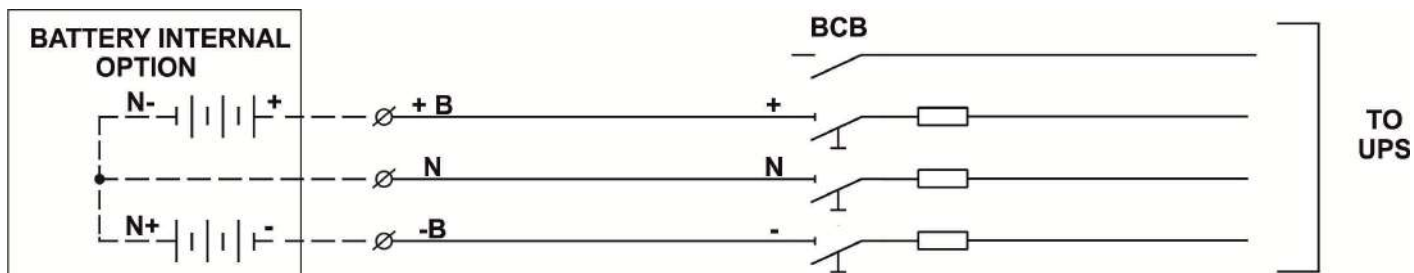

Figura 8 – Schema collegamento batterie interne
- Nel caso in cui si utilizzino cablaggi non forniti dal costruttore, collegare i cavi ai terminali di batteria dell'UPS +B / N / -B come indicato in figura 8.